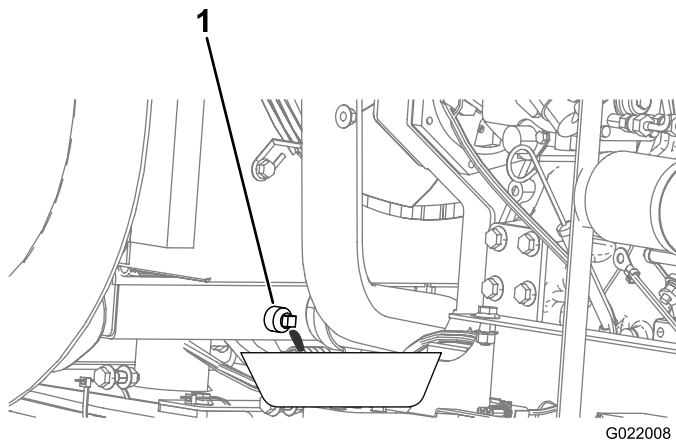

Рисунок 140
5. Подставьте под сливную пробку сливной поддон (Рисунок 140).
8. Закройте пробку сливного отверстия (Рисунок 140).
- C. Закройте пробку сливного отверстия (Рисунок 140).
- Н. Закройте пробку сливного отверстия (Рисунок 140).